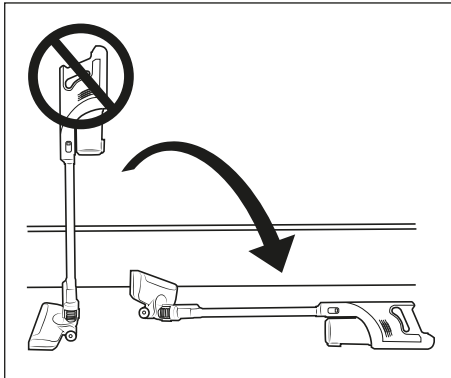

Abb. 9
- ▶ Stellen Sie den Staubsauger nicht aufrecht hin, wenn Sie ihn zwischenzeitlich abstellen oder aus der Hand nehmen wollen. Setzen Sie den Staubsauger dafür in die Wandhalterung **13** oder legen Sie ihn auf den Boden (siehe Abb. 9 und 10). Der Staubsauger kann ansonsten umkippen und beschädigt werden und unter Umständen beim Umkippen weitere Gegenstände beschädigen.